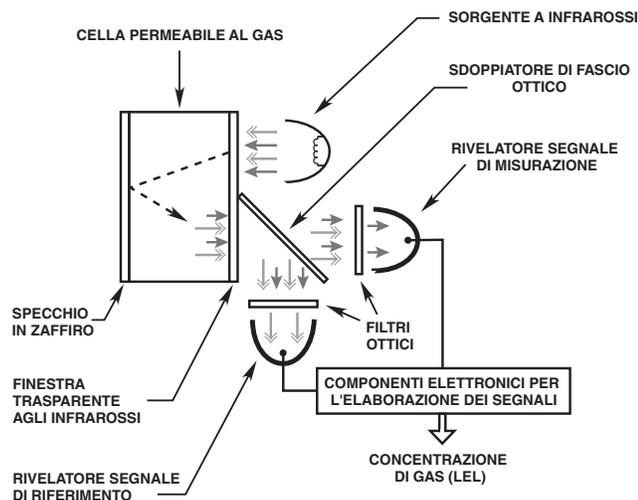

Figura 1 - Schema di misurazione per rivelatore di gas a infrarossi
I vapori di idrocarburi infiammabili si diffondono attraverso il gruppo deflettore atmosferico nella camera di misurazione interna, illuminata da una sorgente a infrarossi (IR). Appena i raggi infrarossi attraversano il gas nella camera, alcune lunghezze d'onda IR vengono assorbite dal gas mentre altre no. La quantità di raggi infrarossi assorbita è determinata dalla concentrazione di vapori di idrocarburi. Due rivelatori ottici e i componenti elettronici associati misurano l'assorbimento. La variazione dell'intensità della luce assorbita (segnale attivo) viene misurata in relazione all'intensità della luce su una lunghezza d'onda non assorbita (segnale di riferimento). Vedere la Figura 1. Il microprocessore elabora la concentrazione di gas e converte il valore in uscita corrente da 4 a 20 milliampere oppure in un segnale digitale, che viene quindi comunicato al controllo esterno e ai sistemi di segnalazione.